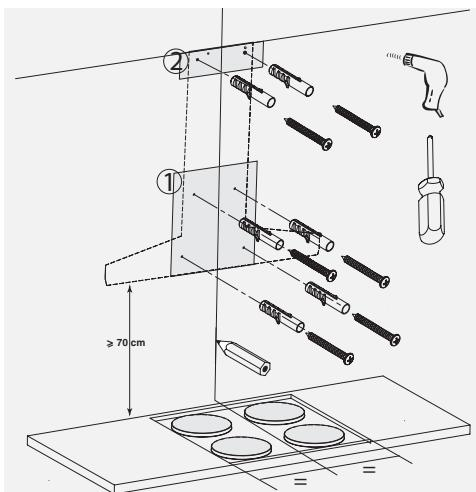

Abb. 2 / Fig. 2 / σχήμα 2
- Coloque contra a parede as guias de montagem (fig. 2).